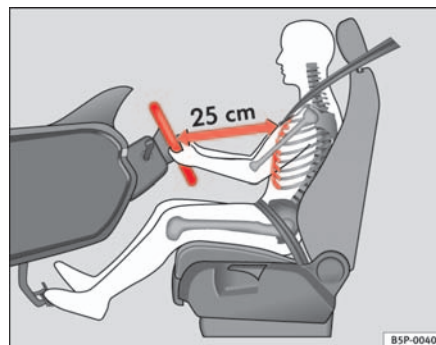

Fig. 130 Posizione corretta sul sedile di guida
- Posizionare il volante nel modo desiderato $\Rightarrow$ fig. 130.
- Regolare il sedile del conducente o la posizione del volante in modo tale che la distanza tra il volante stesso e lo sterno del conducente sia di almeno 25 cm ⇒ pag. 164, fig. 130. Se la distanza minima non viene rispettata, l'efficacia del sistema degli airbag si riduce, con gravi rischi per l'incolumità delle persone (non escluso quello di morte).